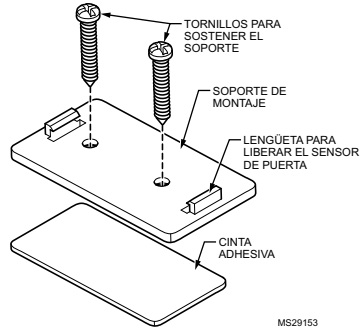

Fig. 7. Montaje del soporte del sensor de puerta.
3. Coloque el soporte de montaje del sensor de puerta alto en el marco de la puerta delantera. Fije el soporte en el marco de la puerta con los dos tornillos o la cinta adhesiva proporcionada. Consulte la Fig. 7 en la página 5.